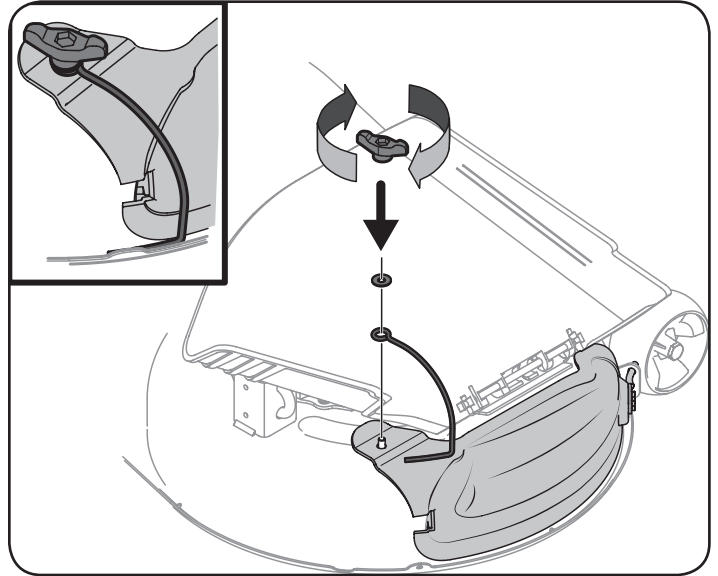

Figure 6
1. Faites glisser le fil du couvercle de déchiqueteuse (747-06686) sur la broche située à la surface du plateau de coupe, positionnez la rondelle sur le câble et fixez le couvercle de déchiqueteuse au moyen du bouton à oreilles. Consultez la Figure 6.
REMARQUE : Assurez-vous que le bouton à oreilles est bien ajusté et que le câble est placé à l'intérieur de la lèvre du plateau de coupe pour bien maintenir le couvercle de déchiqueteuse en place. Consultez l'encart de la Figure 6.